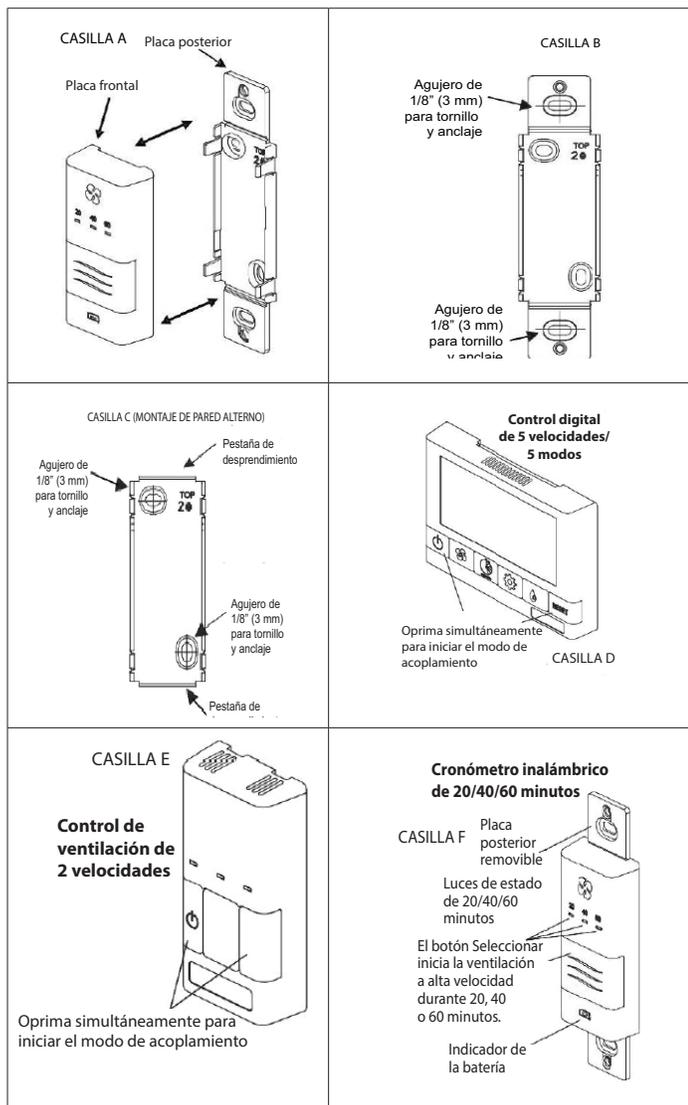

Figura 38. Instalación del cronómetro inalámbrico
- Acoplamiento del **cronómetro inalámbrico de 20/40/60 minutos con el control digital de 5 velocidades / 5 modos:** Oprima los botones izquierdo y derecho simultáneamente en el control de pared principal (los botones y). La pantalla quedará en blanco y el símbolo inalámbrico aparece parpadeante en la esquina inferior derecha de la pantalla. Esto indica que el control principal ahora está en modo de acoplamiento (Figura 38, Casilla D).
- Acoplamiento del **cronómetro inalámbrico de 20/40/60 minutos con el control del deshumidificador/ventilación de montaje de pared:** Oprima los botones izquierdo y derecho simultáneamente en el control de pared principal (botones y ya sea o , dependiendo del control principal). La hilera inferior de tres LED comenzará a parpadear. Esto indica que el control principal ahora está en modo de acoplamiento (Figura 38, Casilla E).
1. Separe con fuerza la placa frontal de la placa trasera (Figura 38, Casilla A).
2. Para montar el control sin una placa decorativa, desprenda las pestañas superior e inferior y consulte la Figura 38, Casilla C para el montaje.
3. Coloque la placa trasera del control en la ubicación deseada en la pared y marque con un lápiz los agujeros superior e inferior para los tornillos (Figura 38, Casilla B o C). Taladre dos agujeros de 1/8" (3 mm).
4. Instale la placa trasera en la pared con los dos tornillos y anclajes suministrados. 5. Conecte la placa frontal a la placa trasera (Figura 38, Casilla A).